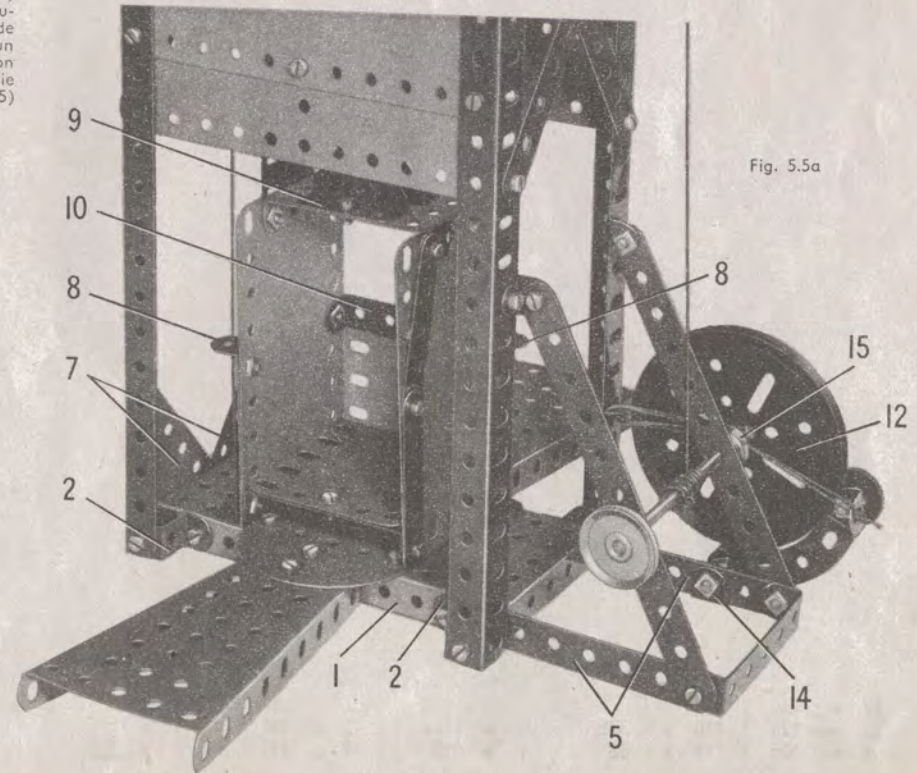

Fig. 5.5a
Chaque côté de l'ascenseur est une plaque flexible de 11,5x6 cm. renforcée par des bandes de 5 trous, et par une bande coudée de 60x12 mm. (8) comme le montre la figure 5.5a. Les côtés sont réunis à leur partie supérieure par une plaque à rebords de 6x4 cm. (9), et par deux bandes coudées de 60x12 mm. boulonnées à leur partie inférieure. Le plancher de l'ascenseur est une plaque flexible de 6x6 cm. boulonnée sur ces bandes coudées. L'arrière est également une plaque flexible de 6x6 cm. fixée sur une bande coudée (10).